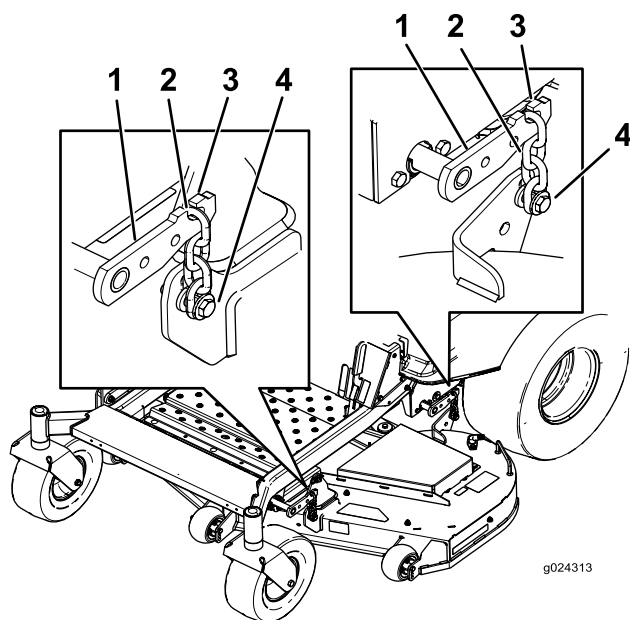

Figura 61
5. Afloje los pernos de ajuste en las cuatro esquinas, hasta que la carcasa quede bien asentada sobre los cuatro bloques (Figura 61).
6. Asegúrese de que las cuatro cadenas están tensadas (Figura 61).
7. Apriete los cuatro pernos de ajuste (Figura 61).